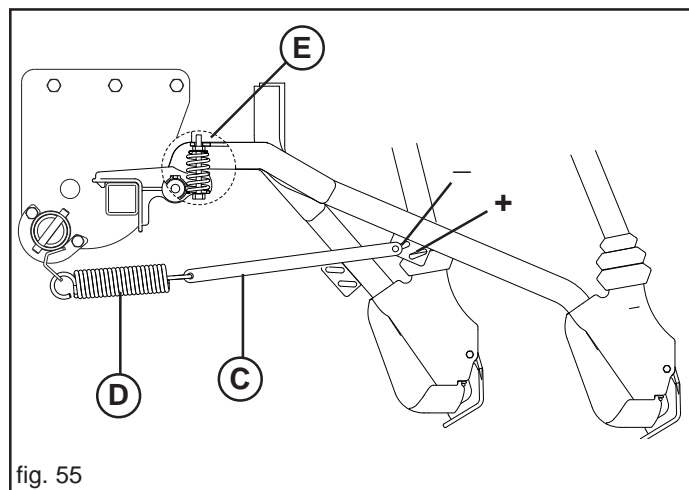

fig. 55
Es ist möglich der Druck einzeln weiter einstellen, beim die Stellung der Spannstange ändern (C, Abb. 55).
Nur mit Stiefelscharenreißern ist als Zubehör eine Feder (E, Abb. 55) verfügbar, die das Gewicht des einzelnen komplett entlasteten Federelements (D) annulliert. Dadurch wird eine oberflächliche Saatgutsstreuung ermöglicht.